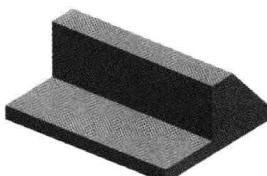
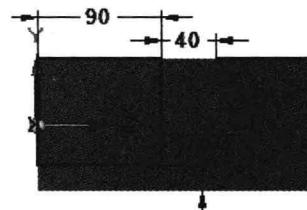

图 1.4 除料特征 1
图 1.5 截面草图
Step5. 创建图 1.4 所示的除料特征 1。
(1) 选择命令。单击 **主页** 功能选项卡 **实体** 区域中的“除料”按钮 。
(2) 定义特征的截面草图。
① 选取草图平面。在系统 **单击平的面或参考平面** 的提示下, 选取右视图 (YZ) 平面为草图平面。
② 绘制图 1.5 所示的截面草图。
③ 单击“主页”功能选项卡中的“关闭草图”按钮 ，退出草绘环境。